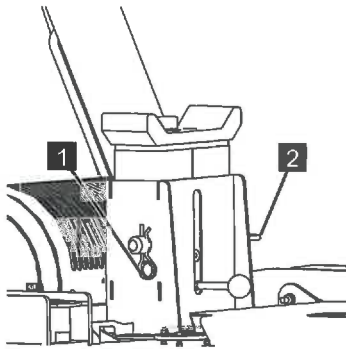

Abb. 105
4. Federplint (Abb.105/1) aus dem Befestigungsbolzen (Abb.105/2) herausziehen.
5. Den Befestigungsbolzen (Abb.105/2) herausziehen.